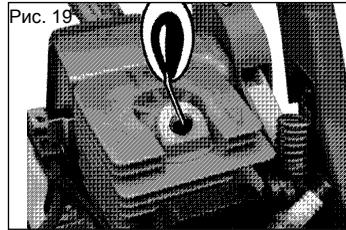

Рис. 19
5. Залейте в камеру сгорания 1 чайную ложку чистого масла для 2-тактного двигателя. Несколько раз медленно потяните за шнур стартера, чтобы покрыть маслом внутренние детали. Заверните свечу зажигания (Рис. 19).